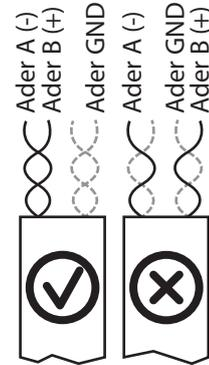

Bild 40: Belegung der verdrehten Aderpaare
- Beim Anschluss von Ader+ und Ader- die Adernpaarung beachten (Bild 40)